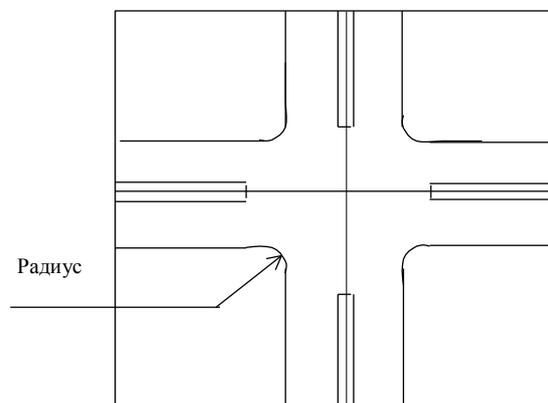

Рисунок 33
– радиус – радиус кривой линии, которой сглаживается угол, под которым пересекаются соседние входы пересечения (рис. 33);